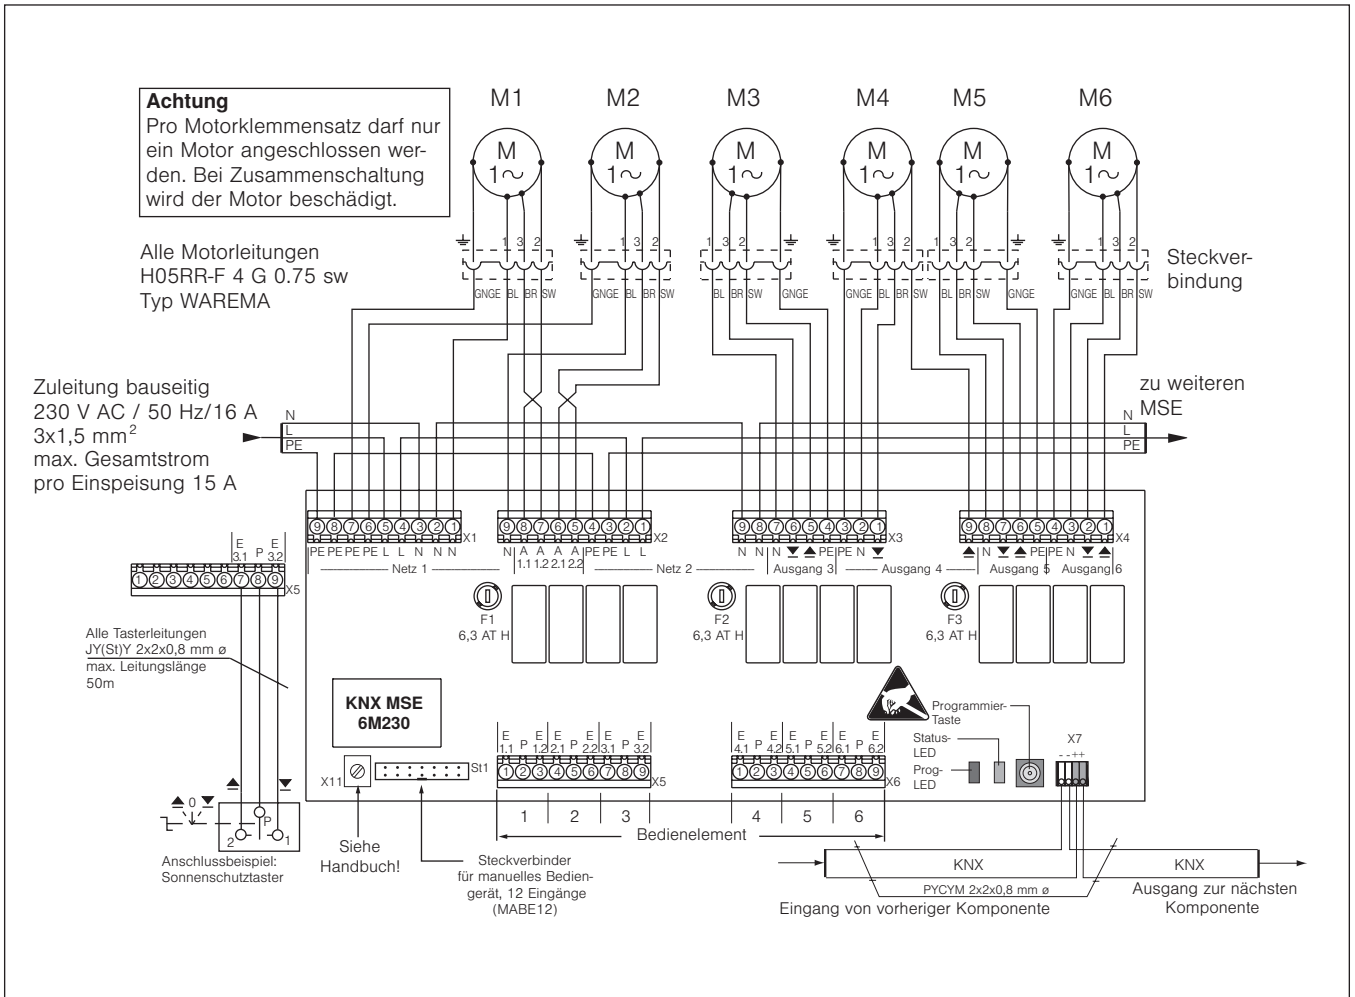
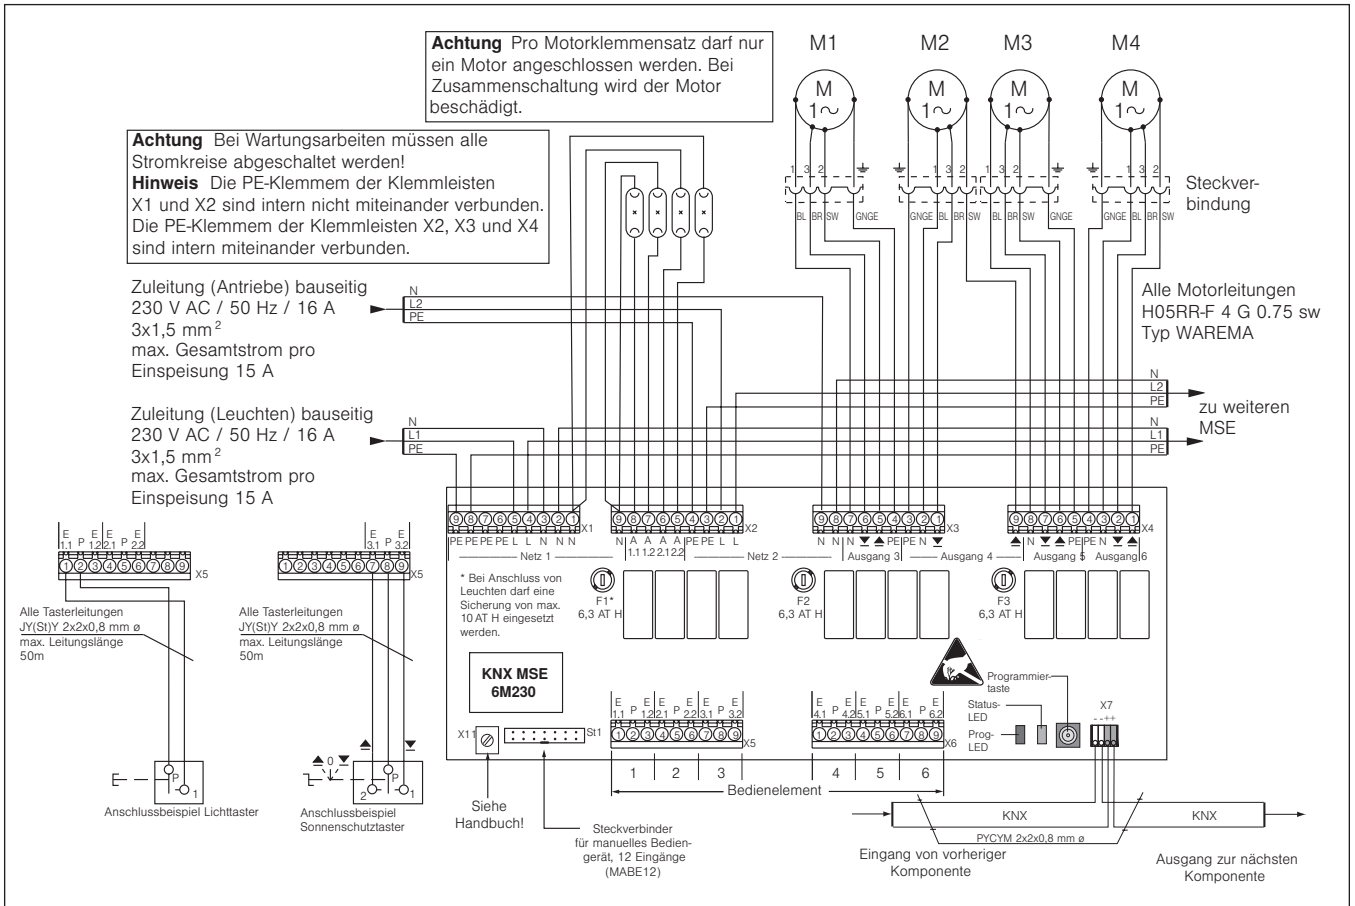

Abb. 6 KNX MSE 6M230 / 6 Antriebe
Abb. 7 KNX MSE 6M230 / 4 Antriebe und 4 Leuchten
Der elektrische Anschluss der Motorsteuereinheit erfolgt nach umseitigem Anschlussplan (siehe Abb. 6 und Abb. 7).
- Drücken Sie die Programmier Taste (Abb. 7), um das Gerät in den Programmiermodus zu versetzen. Bei aktiviertem Programmiermodus leuchtet die rote LED. Die Programmierung erfolgt durch PC und entsprechende Software. Diese Software beendet den Programmiermodus automatisch. Die rote LED erlischt.